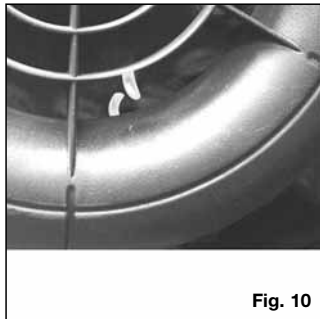
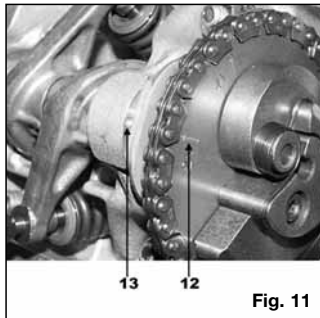

Fig. 10
Fig. 11
- Portare l'albero motore al punto morto superiore servendosi di una chiave a T inserita nel dado centrale del variatore. Per verificare l'esatta posizione del punto morto superiore bisogna allineare l'alette della ventola di raffreddamento con la tacca presente sul convogliatore aria (**Fig. 10**).
- Montare la catena di distribuzione sulla corona dentata ed inserirla sull'albero a camme, allineando la linea di riferimento 2V (**Fig.11-part.12**) con la tacca presente sulla testa (**Fig.11-part.13**).
- Bring the crankshaft to top dead centre by inserting a T wrench in the variator central nut. To check the exact position of top dead centre you have to align the blade of the cooling fan with the notch on the air conveyor (**Fig. 10**).
- Fit the gearing chain on the crown gear and insert it on the camshaft, aligning the reference line 2V (**Fig.11-part. 12**) with the notch on the head (**Fig.11-part.13**).
- Déplacez le vilebrequin au point mort haut en vous servant d'une clé avec manche en T introduite dans l'écrou central du variateur. Pour vérifier la position exacte du point mort haut, vous devez aligner l'aillette du ventilateur de refroidissement avec le cran sur le convoyeur d'air. (**Fig. 10**).
- Die Kurbelwelle mit Hilfe eines T-förmigen Schlüssels, an der Zentralmutter des Variators angesetzt, zum oberen Totpunkt bringen. Zur Überprüfung der exakten Position des oberen Totpunktes ist der Lüfterradflügel mit der Kerbe auf der Kühlerhaube (**Fig. 10**) auszurichten.
- Die Steuerkette auf dem Zahnkranz und auf der Nockenwelle montieren, wobei die Bezugslinie 2V (**Fig.11-Det.12**) mit der Kerbe auf dem Zylinderkopf (**Fig.11-Det.13**) auszurichten ist.
I T A L I A N O	<p>eventualmente spostare la catena di distribuzione di un dente in più o in meno sulla corona dentata. Fare attenzione e controllare spesso che durante la messa in fase dell'albero a camme non si muova l'albero motore, dalla posizione indicata dai due riferimenti allineati come in Fig. 10.</p> <ul style="list-style-type: none"> - Montare il tendicatena originale e serrare il dado centrale dello stesso, comprimendo la molla che regola la tensione della catena di distribuzione. - Rimontare come in origine tutto il gruppo decompressore fissato sull'albero a camme. - Con una chiave a bussola con manico a T, agendo sul dado presente sull'albero motore e che fissa il variatore, far compiere all'albero motore 4-5 giri completi e riportarlo al punto morto superiore allineando i riferimenti della Fig. 10 e controllare che la corona dentata della catena
E N G L I S H	<p>chain by one tooth more or one less on the crown gear.</p> <ul style="list-style-type: none"> - Be careful to check often to ensure that the crankshaft is not moving during the timing of the camshaft from the position indicated by the two reference marks aligned as shown in Fig. 10. - Fit the original chain tightener and tighten the central nut on it, compressing the spring that regulates the gearing chain tension. - Re-assemble as in the origin the whole decompressor group fixed on the camshaft. - Using a socket wrench with a T-shaped handle, and intervening on the nut found on the crankshaft and that fastens the variator unit, make all the engine have 4-5 complete revolutions and bring it back to the top dead centre, aligning the references shown in Fig. 10 and check to ensure that the gearing chain crown gear has remained aligned with the reference mark on the head. If the crankshaft is blocked during
F R A N C A I S	<p>alignant la ligne de repère 2V (Fig.11-det. 12) avec le cran sur la culasse (Fig.11-det. 13).</p> <ul style="list-style-type: none"> - Tendez manuellement la chaîne de distribution en agissant depuis le trou de montage du tendeur de chaîne et contrôlez que la couronne dentée soit alignée avec le repère 2V se trouvant sur la culasse. Eventuellement, déplacez la chaîne de distribution d'une dent en plus ou en moins sur la couronne dentée. Contrôlez souvent que, pendant la mise en phase de l'arbre à cames, le vilebrequin ne bouge pas de la position indiquée par les deux repères alignés (Fig. 10). - Montez le tendeur de chaîne d'origine et serrez son écrou central, tout en comprimant le ressort qui règle la tension de la chaîne de distribution. - Montez comme à l'origine le groupe decompresseur fixé sur l'arbre à cames.
D E U T S C H	<ul style="list-style-type: none"> - Die Steuerkette von Hand spannen, indem über die Montageöffnung des Kettenspanners eingegriffen wird. Stellen Sie sicher, dass der Zahnkranz mit dem Bezug auf der Halterung ausgerichtet ist; notfalls die Steuerkette um einen oder mehrere Zähne des Zahnkranzes versetzen. Vorsichtig vorgehen und mehrmals überprüfen, dass während der Phaseneinstellung der Nockenwelle sich die Kurbelwelle nicht von der Position der zwei entsprechend Fig. 10 ausgerichteten Bezugszeichen verschiebt. - Den Originalkettenspanner montieren und die zentrale Mutter festziehen, wodurch die Feder zur Spannungsregelung der Steuerkette zusammengepresst wird. - Die gesamte Dekompressionsgruppe auf der Nockenwelle wieder wie ursprünglich einbauen. - Einen Steckschlüssel mit T-förmigem Griff auf der Mutter, die den Variator auf der Kurbelwelle befestigt, ansetzen und die Kurbelwelle 4-5
- Dopo aver verificato che l'albero motore si trovi al punto morto superiore (**Fig. 10**), controllare ed eventualmente ripristinare, il corretto gioco valvola di scarico e di aspirazione. Il valore del gioco delle valvole é indicato nella tabella "Dati montaggio". Per ripristinare il gioco valvole servirsi di uno spessimetro e delle viti di registro presenti sui bilancieri.
- After having checked to ensure that the crankshaft is at the top dead centre (**Fig. 10**), check and if necessary correct the exhaust and intake valve for the proper clearance. The value clearance is specified in the table entitled "Assembly data". For valve clearance adjustment, you need a feeler gauge and some adjusting screws found on the equalizers.
- Avec une clé à douille mâle à béquille, agir sur l'écrou de l'arbre à cames qui fixe le groupe variateur et faites faire 4-5 tours complets au vilebrequin, puis remettez-le au point mort haut en alignant les repères de la **Fig. 10**; contrôlez que la couronne dentée de la chaîne de distribution soit encore alignée avec le repère. Si, pendant la rotation, le vilebrequin se bloque, vous ne devez absolument essayer de le forcer mais contrôlez la mise en phase de la distribution car il est évident qu'elle n'a pas été exécutée correctement, et refaites-la en suivant scrupuleusement la procédure décrite précédemment.
- Après avoir vérifié que le vilebrequin du moteur se trouve au point mort haut (**Fig. 10**), contrôlez et éventuellement rétablissez le jeu correct de la soupape d'échappement et d'admission. La valeur du jeu des soupapes est indiquée dans le tableau "Données de montage". Pour rétablir le jeu des soupapes, utilisez une jauge d'épaisseur et les vis de réglage se trouvant sur les balanciers.
vollständige Umdrehungen durchdrehen, um sie wieder zum oberen Totpunkt zu bringen; dabei sind die Bezugszeichen von **Fig. 10** auszurichten und es ist sicherzustellen, dass der Zahnkranz der Steuerkette weiterhin mit dem Bezug auf dem Zylinderkopf ausgerichtet ist. o Wenn die Kurbelwelle während der Umdrehung blockiert, darf keinesfalls Kraft angewandt werden, sondern es ist nochmals die offensichtlich nicht korrekt durchgeführte Phaseneinstellung der Steuerung zu überprüfen und oben erwähnter Vorgang sehr präzise zu wiederholen.
- Nachdem festgestellt worden ist, dass sich die Kurbelwelle im oberen Totpunkt (**Fig. 10**) befindet, muss kontrolliert und evtl. das korrekte Ansaug- und Auslass-Ventilspiel wiederhergestellt werden. Der Wert des Ventilspiels ist in der Tabelle „Montagedaten“ angegeben. Zur Wiederherstellung des Ventilspiels sind eine Fühlerlehre und die Einstellschrauben auf den Kipphebeln zu verwenden.